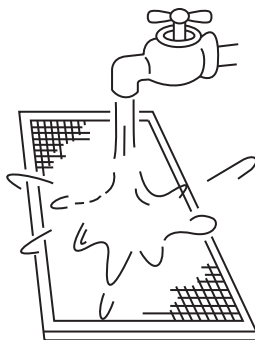

Abb. 9-4
- Beim Auswaschen muss die Lufteinlassseite nach unten zeigen. (siehe Abb. 9-4)